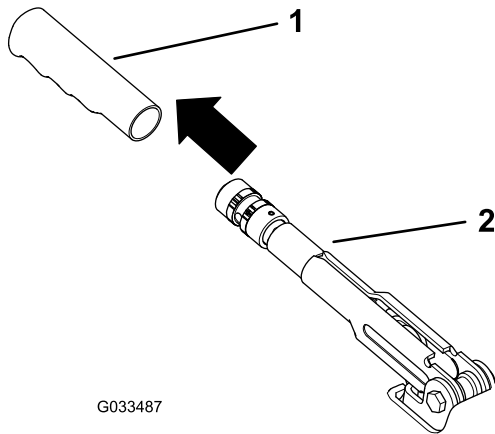

图 58
1. 从手刹操纵杆上卸下橡胶握把图 58。
5. 将橡胶握把装回手刹操纵杆图 58。